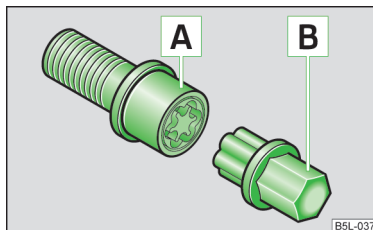

Fig. 111
Låseboltene beskytter hjulene mod tyveri. De kan kun løsnes eller spændes fast ved hjælp af adapteren **B** » Fig. 111.
- Sæt adapterens **B** » Fig. 111 side med tænder helt ind i den indvendige for- tanding i låseboltens **A** hoved.